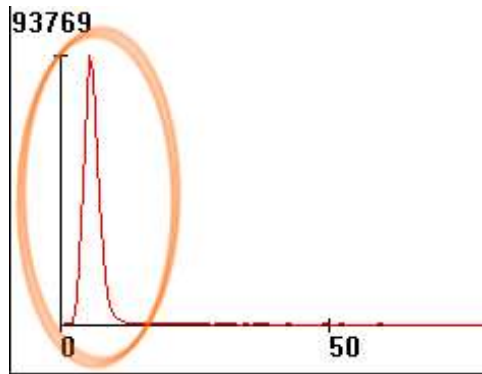

Abbildung 5 Histogrammdarstellung eines Beispielprogrammes
- **Offset_pc** so lange ändern, bis eine Amplitude im Histogramm sichtbar wird (siehe Abbildung 5)